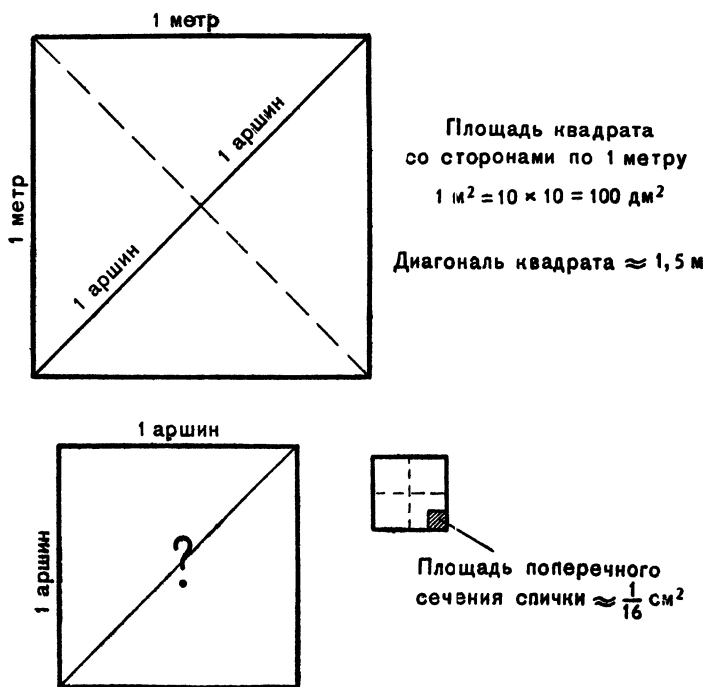

Рис. 29.
3. Имея в руках сложенный по диагонали квадратный метр, сложить его ещё раз вдвое (рис. 29). Сообразите теперь, чему будет равна диагональ квадрата, стороны которого равны 1 аршину.
Выбрав спичку с концом правильного квадратного сечения (не обломанной), обмакните её слегка в чернила и, надавив ею на бумагу, получите на тетради отпечаток сечения спички (приносите так отпечаток, чтобы он попал в угол клетки (рис. 29).